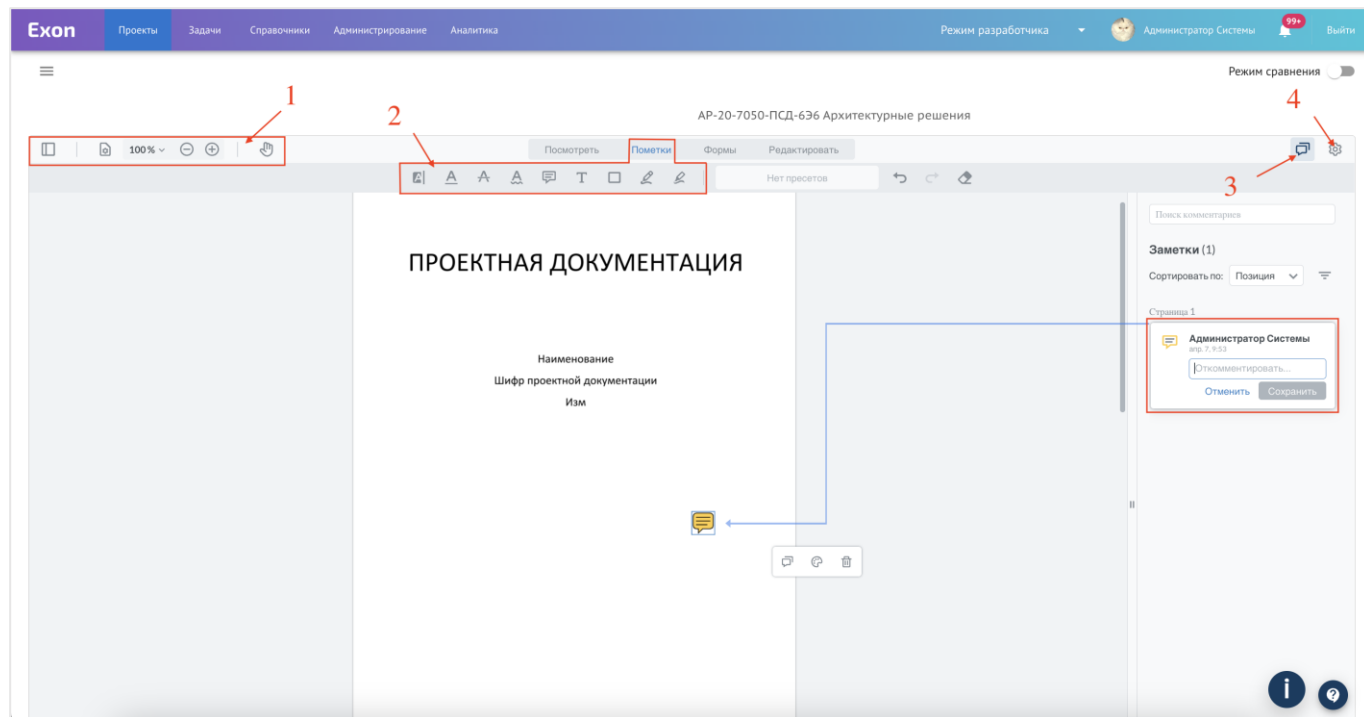

Рис. 85 - Окно просмотра
Для того чтобы оставить замечание необходимо (рис. 85):
5. Выбрать нужный инструмент (2);
7. В открывшемся окне прописать текст замечания (3) (на замечания в данном окне можно отвечать);
Через шестеренку (4) документ можно скачать, распечатать, открыть в режиме полного экрана и включить темный режим (рис. 85).